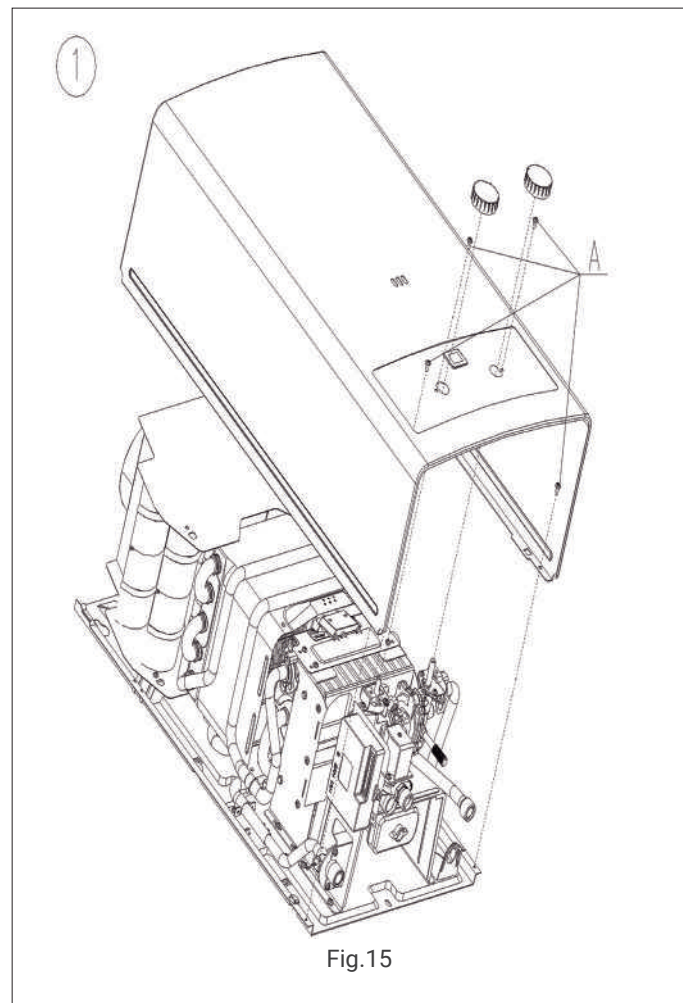

Fig.15
1. Fermez l'alimentation en gaz et en eau. Retirez les 4 vis et le bouton du panneau avant de l'appareil (fig.15, étape A) et enlevez le couvercle avant, le technicien devra déplacer le couvercle avant vers le bas et desserrer le clip de fixation, puis le déplacer vers le haut pour le détacher du rail.